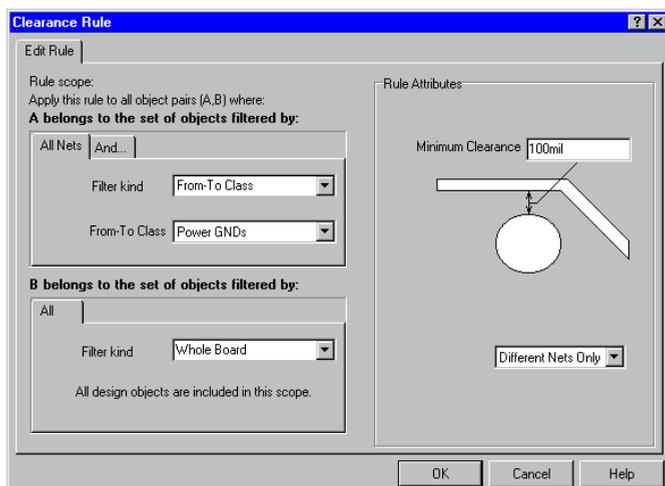

Рис. 6.49. Задание специфического зазора для критического участка цепи
3. Установите тип фильтра для области действия в значение **From-To** или **From-To Class**, если был создан класс соответствующий класс (рис. 6.49).